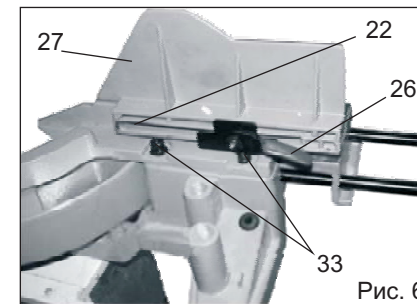

Рис. 6
11.4 Регулировка угла 90° при пилении торцов (Рис.6).